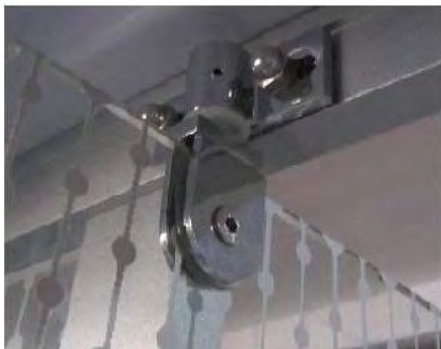

Рис. 7
2.3. Сборка душевой кабины (рис. 7).
Окончательно отрегулируйте положение двери на фронтальной стенке /11/ (рис.7).